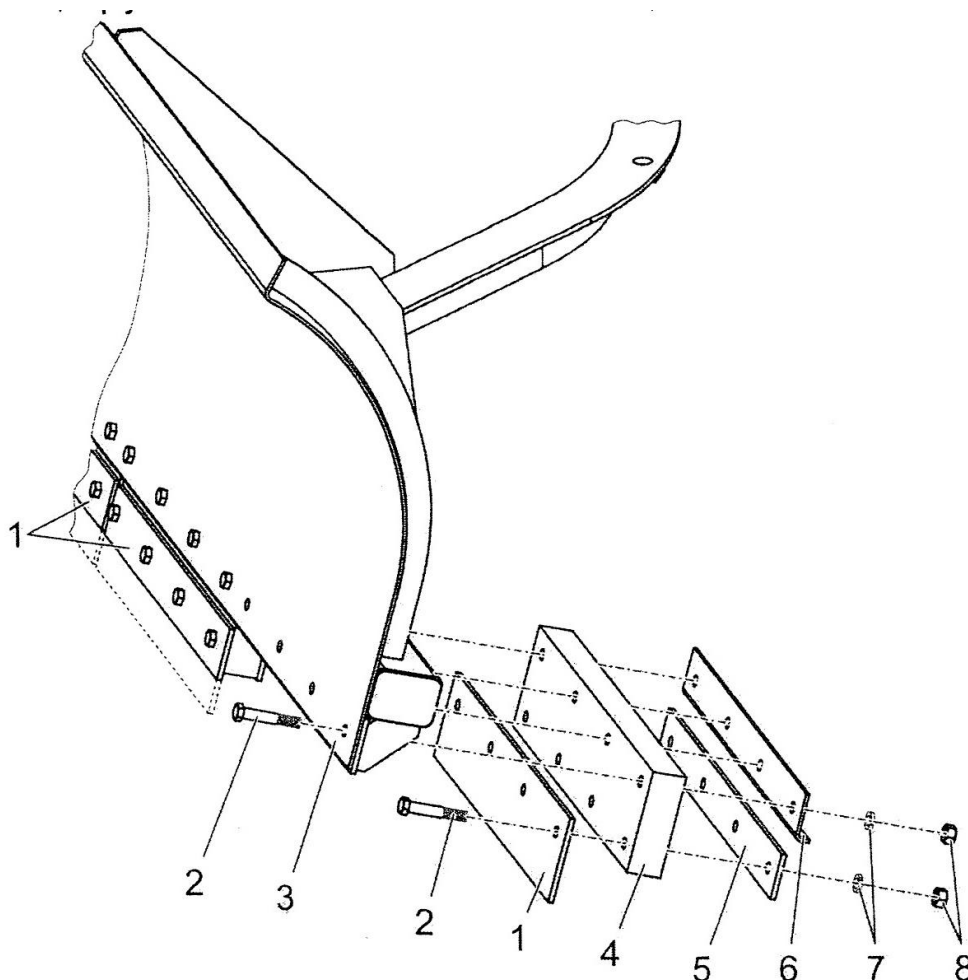

Рисунок 3.3 – Крепёж ножей и амортизаторов отвала
- отсоединить нож 1 (рисунок 3.3) от амортизатора 4, для чего отвернуть четыре болтовых соединения, состоящих из болта 2, пружинной шайбы 7 и гайки 8;